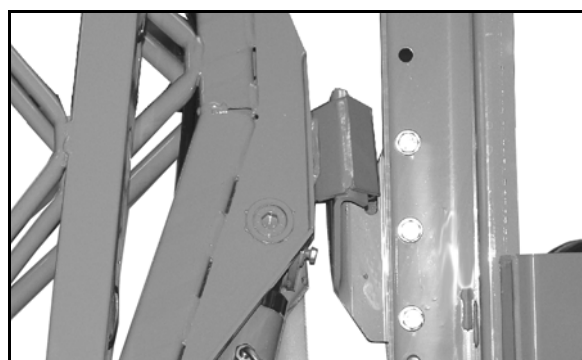

Fig. 10
- Transportlås (Fig. 10) på **Super-S-**bommen mot utilsiktet utfolding